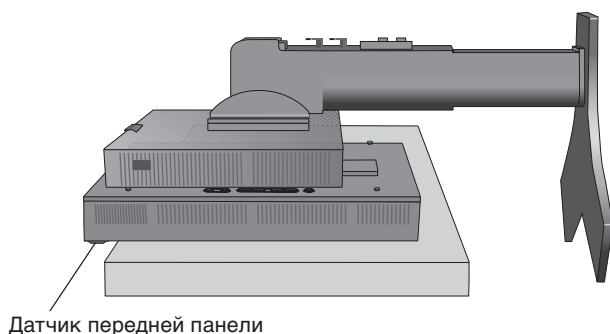

Рисунок S.1
5. Положите монитор экраном вниз на неабразивную поверхность. Ни в коем случае нельзя надавливать или иным образом воздействовать на датчик передней панели. Во избежание подобной ситуации положите монитор на стол экраном вниз так, чтобы датчик передней панели был расположен за пределами стола (**Рисунок S.1**).